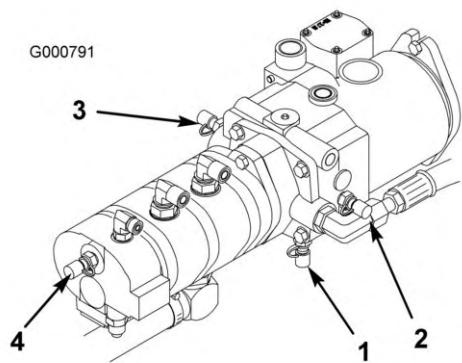

図 82
4. テストポートDはトランスマッショングリーバーの下にあり（図 82）、トランスマッショングリーバーのチャージ圧の測定用です。
5. テストポートE（図 82）は、前進走行油圧の測定用です。
6. テストポートF（図 82）後退走行油圧の測定用です。
7. テストポートG（図 82）は、パワステ油圧の測定用です。